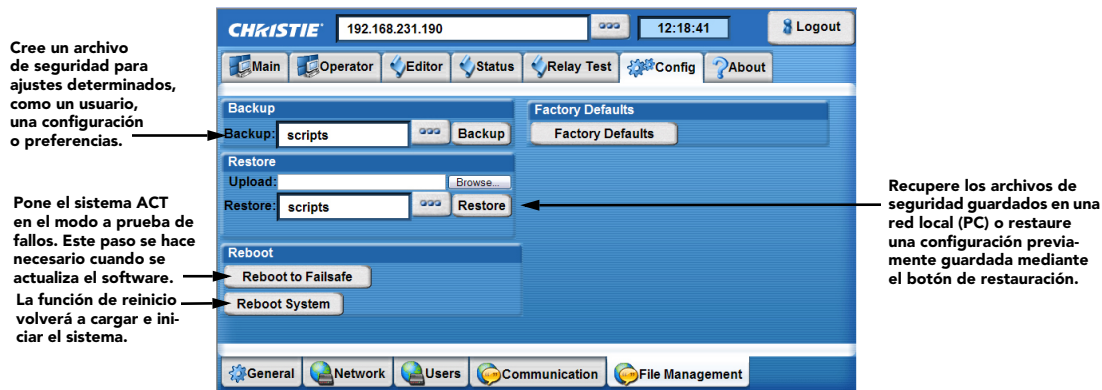

Figura 3-20 Pestaña Config: File Management (Configuración: Gestión de archivos)
2. Vaya a la pestaña **Config: File Management** (Configuración: Gestión de archivos) (Figura 3-20).